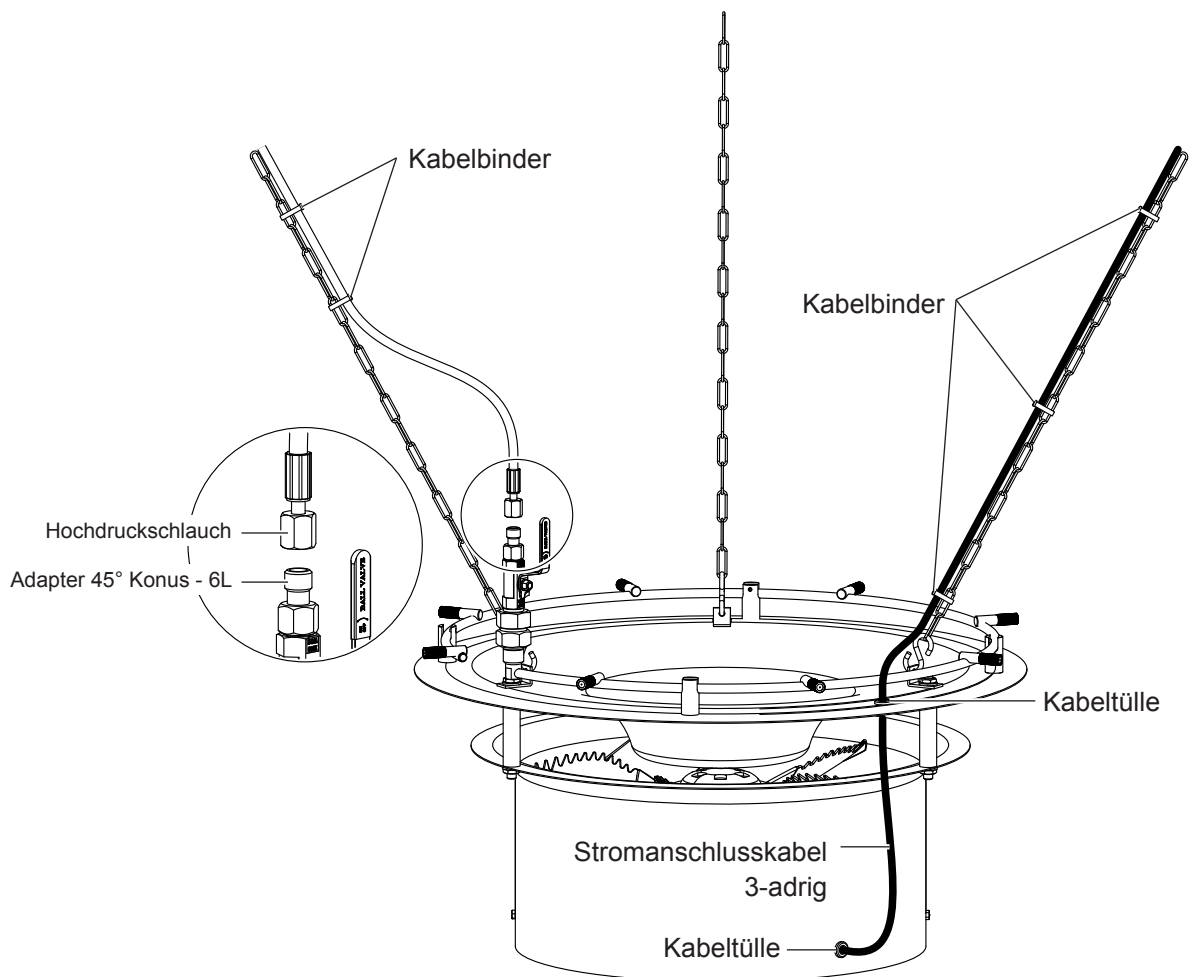

Abb. 30: Wasser- und Stromanschluss
- Führen Sie den Hochdruckschlauch an einer der Ketten entlang zur Anschlussstelle und befestigen Sie ihn mit Kabelbindern an der Kette (siehe Abb. 30). Achten Sie beim Verlegen des Hochdruckschlauch darauf, dass sich im Schlauch keine vertikalen Schlaufen befinden. Dies kann zu Lufteinschlüssen im Schlauch führen und den späteren Betrieb stören.
- Schliessen Sie den Hochdruckschlauch, **nachdem das Schlauchsystem gespült wurde**, über den mitgelieferten Adapter am Kugelventil an (siehe Abb. 30).
- Führen Sie das Stromversorgungskabel an einer der Ketten entlang zum Vernebler und dort weiter über die beiden Kabeltüllen zur Anschlussbox unten am Vernebler. Befestigen Sie das Stromversorgungskabel mit Kabelbindern an der Kette (siehe Abb. 30).
- Schliessen Sie Stromversorgungskabel (3x0.75 mm²) gemäss dem Schema (siehe Abb. 30) an die Klemmen L1, N und PE in der Anschlussbox an.